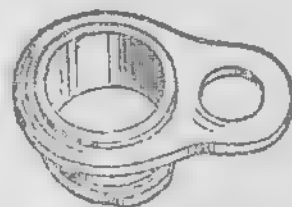

Рис. 54. Направляющая втулка.
**95. Направляющая втулка** (рис. 54) служит для направления дульной части ствола при отходе назад; она поддерживает ствол в крайних (переднем и заднем) положениях и служит упором наконечнику возвратной пружины. Она имеет: на передней части — **фланец**, который прикрывает передний обрез кожуха затвора; на заднем конце — **кольцевую про-**